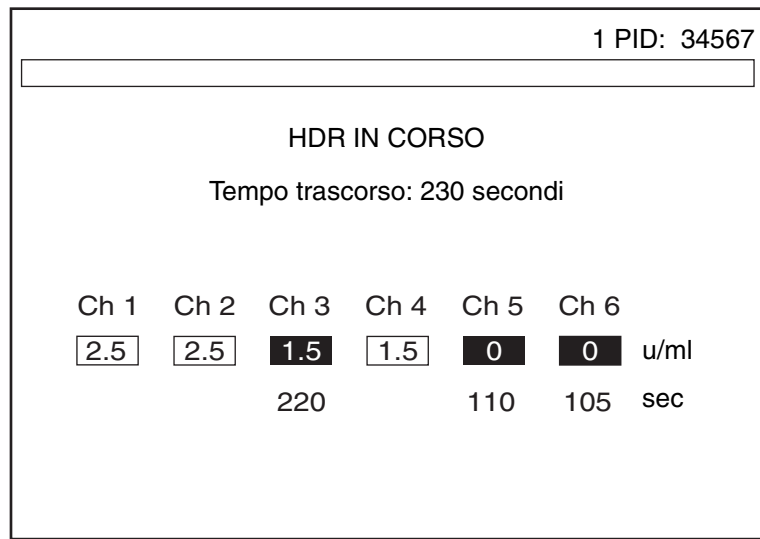

Figura 5-8. Schermata HDR in corso
Terminata l'erogazione, viene visualizzata la schermata HDR IN CORSO (fare riferimento alla Figura 5-8). Questa schermata riporta il valore della concentrazione di eparina reagente —delimitato da un riquadro— per ognuno dei sei (6) canali della cartuccia HDR.